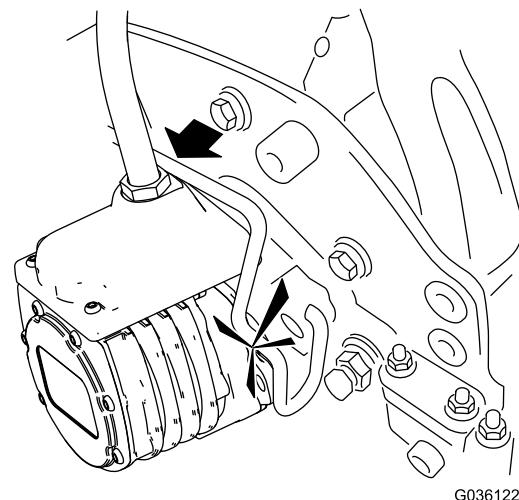

Figure 53
6. Enduissez de graisse propre l'arbre cannelé du moteur de l'unité de coupe (Figure 53).
7. Insérez le moteur dans le côté gauche de l'unité de coupe (vu par rapport à la position de l'utilisateur) et tirez la barre de retenue du moteur, située sur l'unité de coupe, vers le moteur jusqu'à ce que vous entendiez un déclic des deux côtés du moteur (Figure 53).